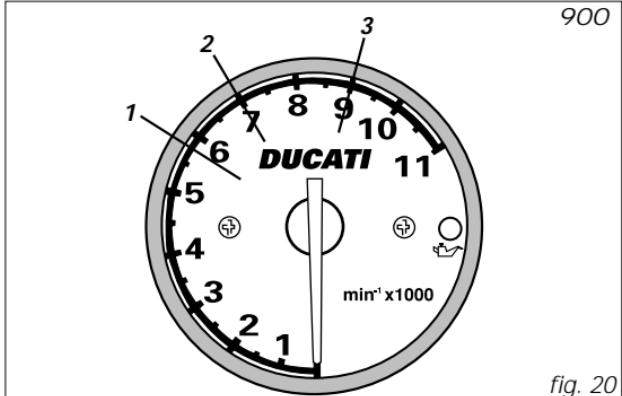

fig. 20
i $5.500 \div 6.000 \text{ min}^{-1}$ (900) (fig.20).
i 7.000 min^{-1} (900) (fig.20).
$i\ 9.000\ min^{-1}$ (900) (fig.20).